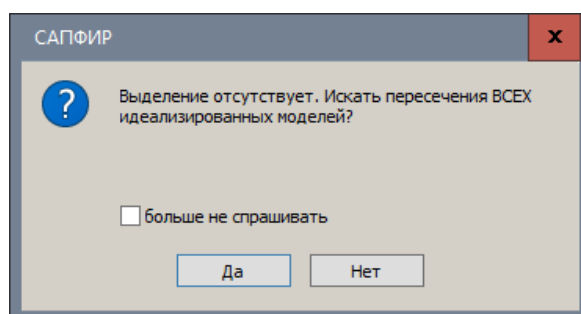

Рис.14.34. Диалоговое окно САПФИР
- В открывшемся диалоговом окне **САПФИР** (рис.14.34) щелкните по кнопке **Да**.